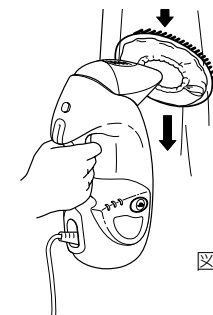

図17
- 2～5秒間の間隔でスチームトリガーを押して蒸気を噴射しながら、衣類や室内装飾品の上でゆっくりと上下に動かしてください。(図17)